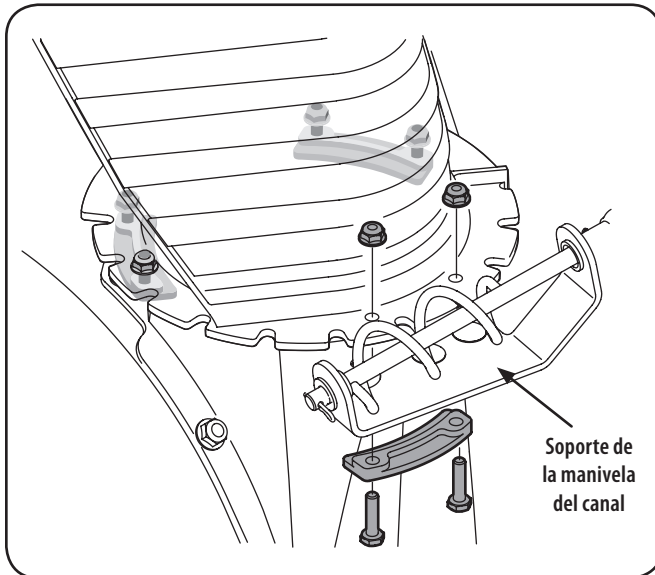

Figura 3-3
1. Afloje, pero no extraiga, la ménsula de la manivela del canal para acoplar el montaje del canal. Vea la Figura 3-3.
2. Retire las tuercas de seguridad y los tornillos que sujetan uno de los fijadores de brida al conjunto del canal. Afloje los sujetadores de los otros dos fijadores de brida. Vea la Figura 3-3.
4. Sujete el fijador de brida que se retiró antes con las tuercas de seguridad y los tornillos. Apriete las tuercas que sujetan los otros dos fijadores de brida. Vea la Figura 3-3.